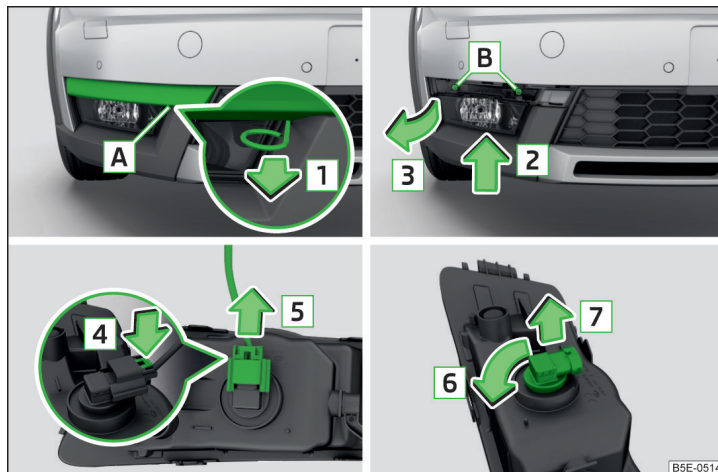

Fig. 335 Retirar el faro antiniebla / Cambiar la bombilla - Variante 2
- Introducir en la apertura **A** » fig. 335 el estribo para retirar los tapacubos integrales.
- Monte el faro antiniebla en sentido contrario al de la flecha [3] » fig. 335 y enrósquelo.